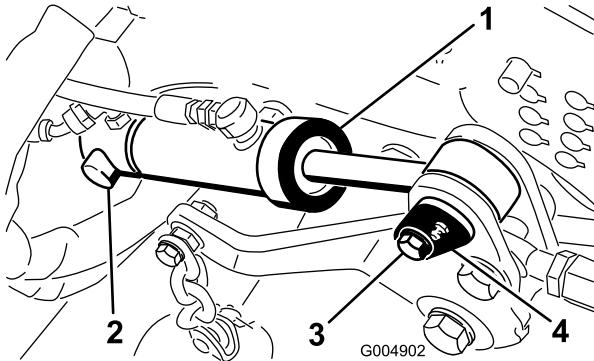

Рисунок 89
45. Установите заднюю часть подъемного цилиндра дески на поворотный штифт и закрепите с помощью стопорного кольца (Рисунок 89).
46. Прикрепите переднюю часть подъемного цилиндра к раме газонокосилки с помощью штифта цилиндра и винта (Рисунок 89).